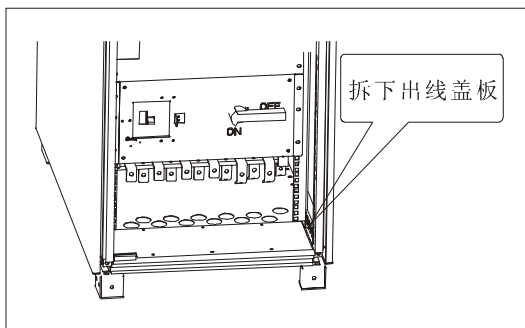

图 5-3
- 1) 拆下正面的端子排盖板和底部的接线盖板（图 5-3）。